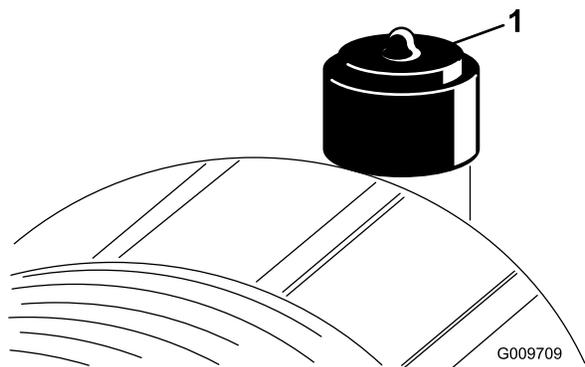

Bild 52
Warten Sie den Luftfilter nur, wenn die Wartungsanzeige dies angibt (Bild 52). Das frühzeitige Auswechseln des Luftfilters erhöht nur die Gefahr, dass Schmutz in den Motor gelangt, wenn Sie den Filter entfernen.
6. Stellen Sie die Anzeige (Bild 52) zurück, wenn sie auf Rot steht.